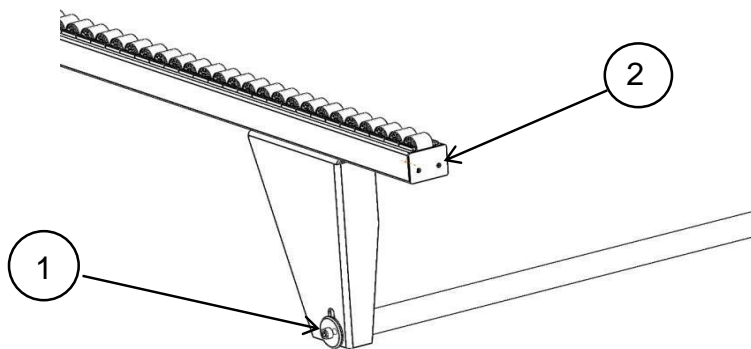
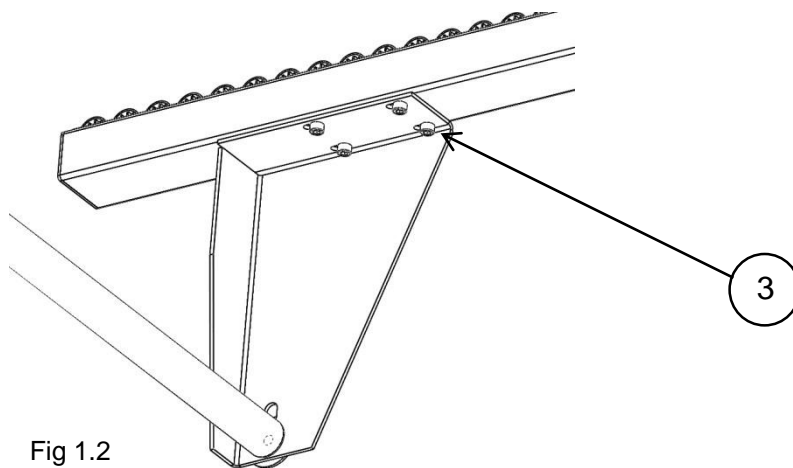
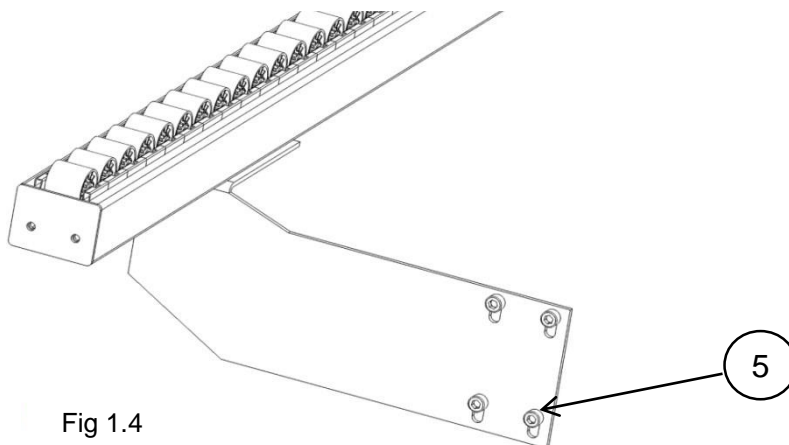

Fig 1.1
Fig 1.2
Fig 1.4
Bevestig de 2 beugels/hoekstukken op de staaf **Fig 1.1 (1)**. Schroef deze hoekstukken daarna vast op de onderkant van de steunrolgeleider. **Fig 1.2 (3)**.
Demonteer de afdekplaat **Fig 1.1 (2)** om de wielen te vervangen.
Monteer de steunbeugels aan beide zijden van de machine **Fig 1.4 (5)**, en schroef er vervolgens de steunrollen op **Fig 1.2 (3)**. Om de wielen te vervangen eerst het eindplaatje verwijderen (Zie **Fig 1.1 (2)**).
Om de hoogte te regelen dienen de montageschroeven **Fig 1.4 (5)** iets gelost te worden en de steunen verschoven in de gleuven.